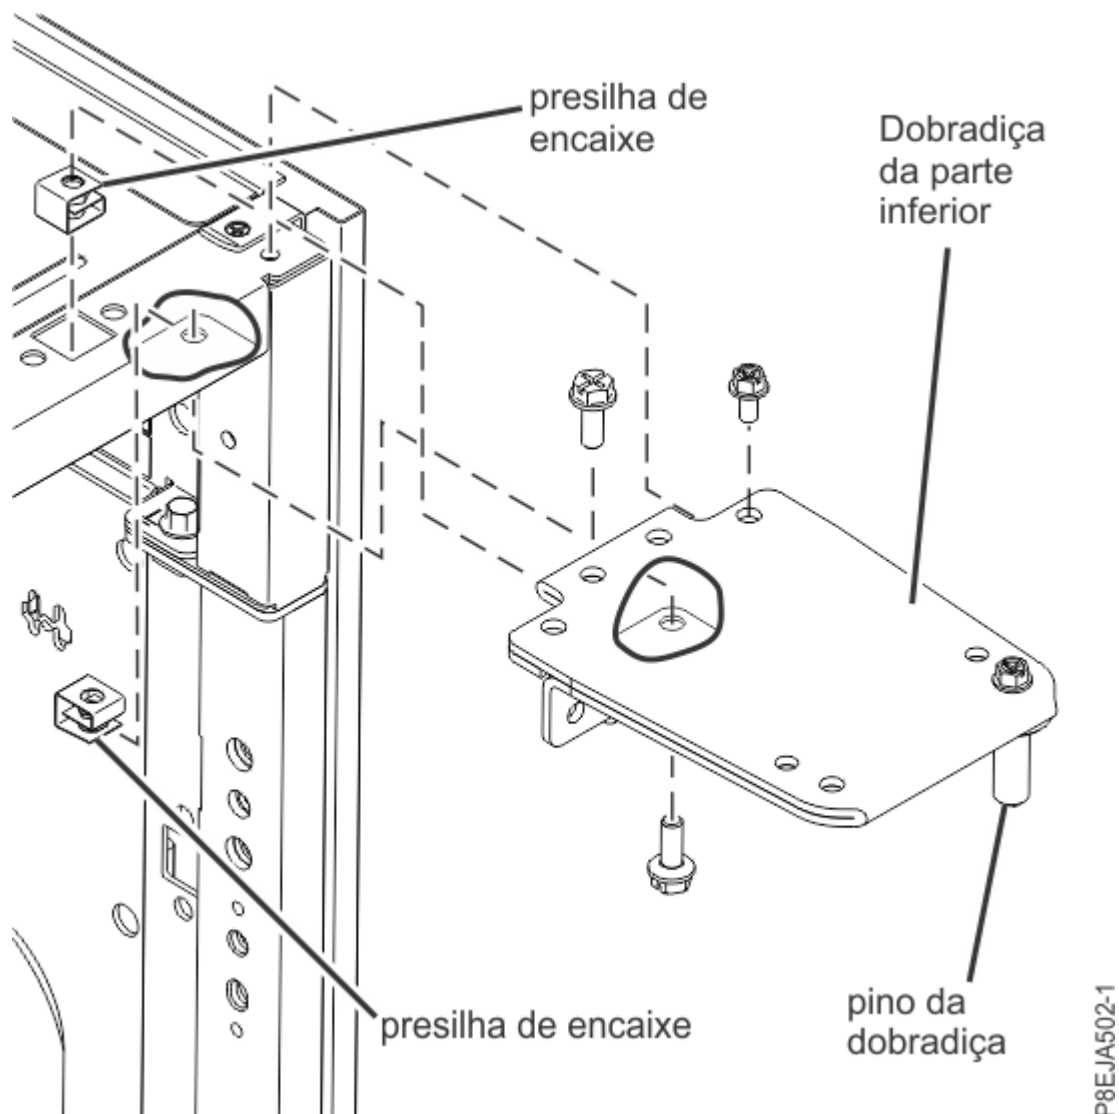

Figura 105. Parcialmente instalando a dobradiça superior
- a. Inclua duas presilhas de encaixe M6 no rack, conforme mostrado em Figura 105 na página 152. Uma presilha de encaixe é instalada na parte superior do flange do rack, a segunda na parte de baixo do flange do rack.
- b. Instale a dobradiça superior apertando o parafuso M5 e dois parafusos M6x16, conforme mostrado em Figura 105 na página 152. Use uma chave de fenda de torque para apertar os parafusos a $2,5 \text{ Nm} \pm 0,2 \text{ Nm}$ (22,1 polegada lbs $\pm 1,8$ polegada lbs).
- c. Desparafuse o pino da dobradiça superior, conforme mostrado em Figura 105 na página 152 e reserve-o.